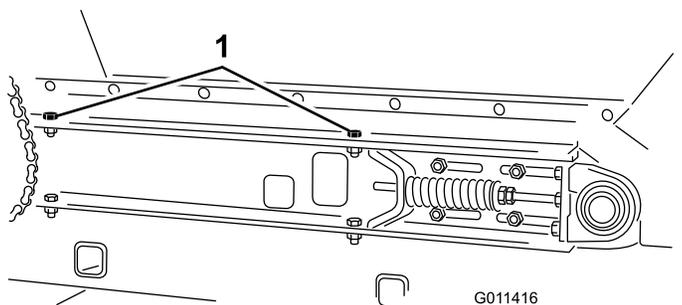

图32
4. 卸下机器两侧将料斗固定至滑道货斗的2个平头螺丝、垫圈和螺母 图32。